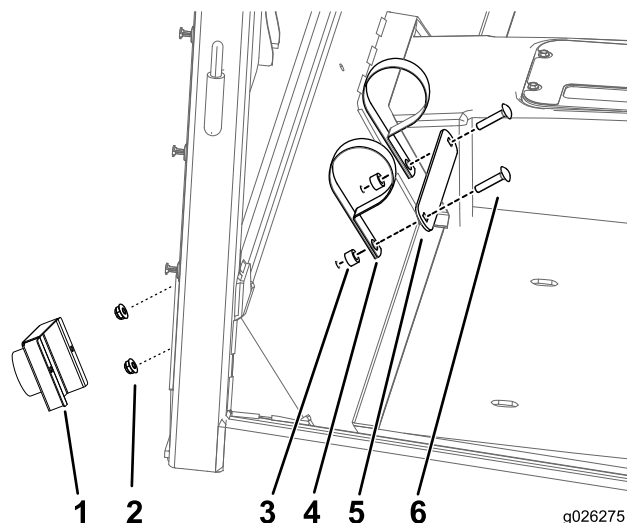

Figure 31
1. Montez le tube de rangement du manuel de l'utilisateur comme montré à la Figure 31.